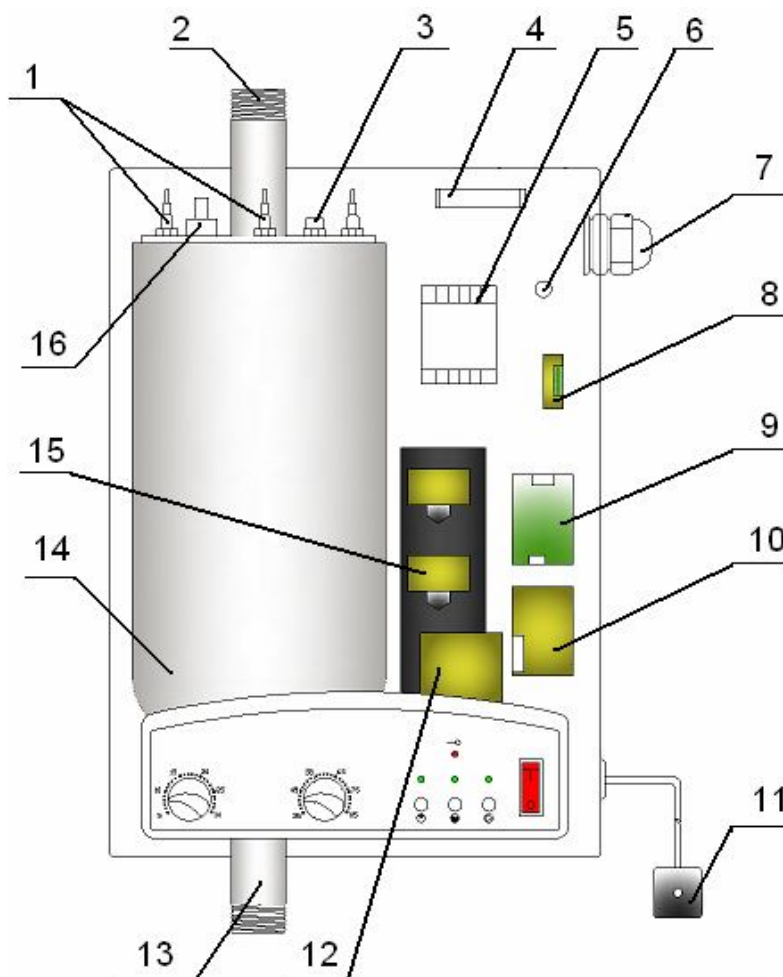

Рис.1 РУСНИТ 205М, 206М, 207М, 208М, 209М
5.1. Отопитель состоит из следующих основных частей: теплообменника (бака), элементов коммутации и электронных блоков (силового блока, блока питания и измерительного блока ).(рис.1)